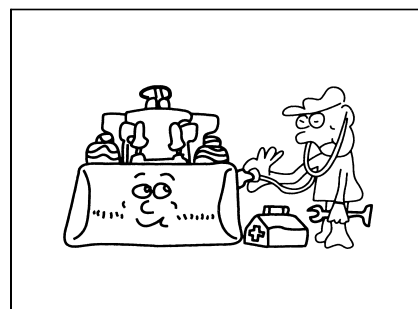

Рис. 1-40
- Очистить смазку от подлокотников и ступенек, очистить загрязнение от туфель, чтобы оператор не упал при подъеме на погрузчик и они не влияли на работу. (Рис. 1-40)